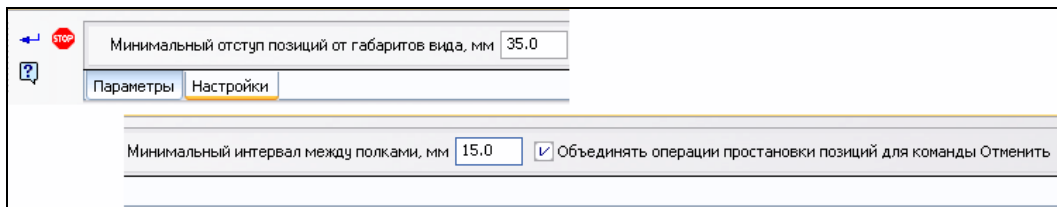

Рис. 10.6. Панель свойств команды **Авторасстановка позиций** на вкладке **Настройка**
- ◆ откройте вкладку **Настройка** (рис. 10.6). Она содержит текстовые поля, которые позволяют задать: